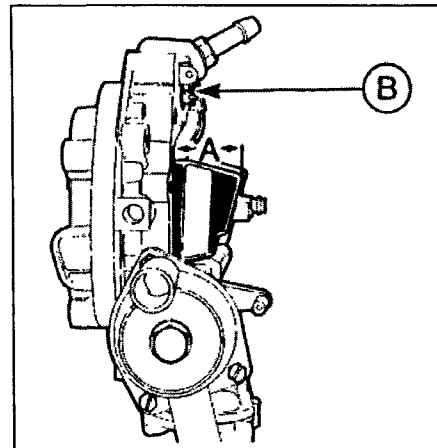

Рис. 4.14 Регулировка поплавковой камеры
- 14 Измерьте расстояние между крышкой (без прокладки) и верхним краем поплавка. Правильное расстояние записано в Спецификациях (рис. 4.14).